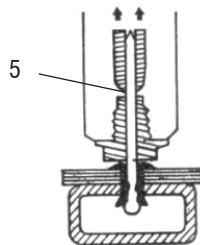

Fig. 4 – posicione la puntera de la remachadora
- c) Posicione la puntera de la remachadora sobre el mandril del remache (5 - fig. 4), observando que el diámetro de la puntera esté correcto;